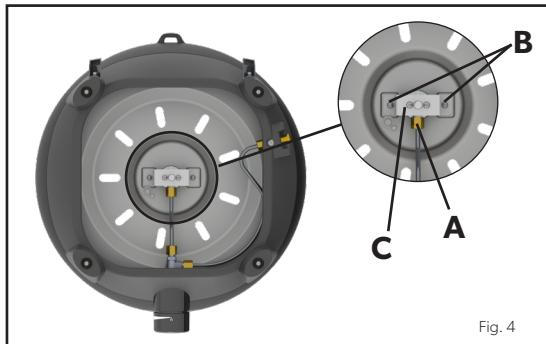

Fig. 4
- Si consiglia di pulire o sostituire l'ugello del getto ogni sei (6) mesi per garantire un funzionamento efficiente e continuo dell'apparecchio.
- Per rimuovere il getto, rimuovi tutte le superfici libere dal dispositivo e capovolgi l'unità base. Utilizzando una chiave adatta, allentare il dado (A) (Fig.4). Svitare le 2 viti (B) (Fig. 4). Rimuovere la staffa (C) per esporre l'ugello. (figura 5). Rimuovere l'ugello utilizzando una chiave adatta. Non utilizzare pinze sull'ugello in quanto ciò potrebbe danneggiare l'ugello e renderlo inutilizzabile o impossibile da rimuovere.